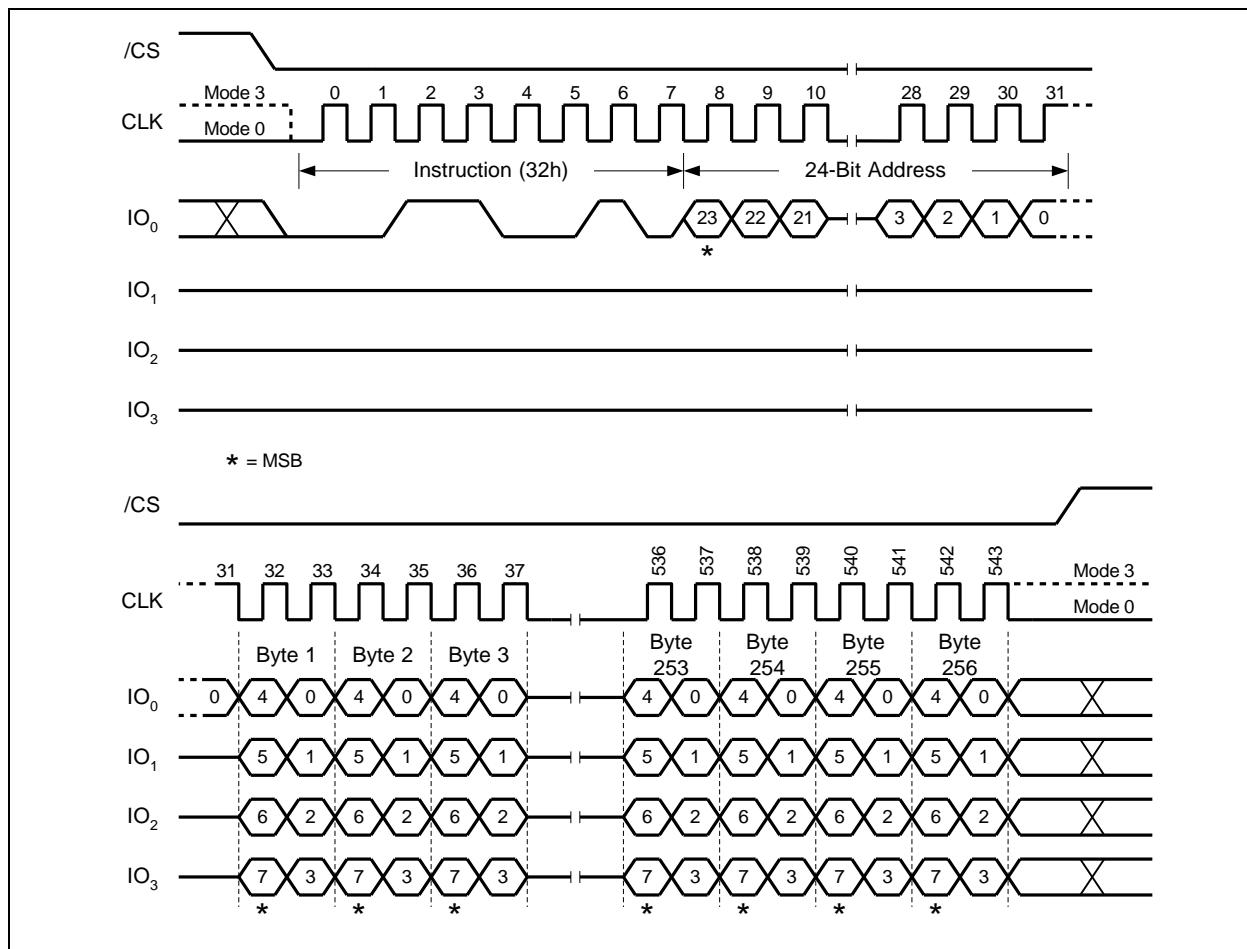

Figure 30. Quad Input Page Program Instruction
要使用四页程序，必须将状态寄存器2中的四元使能 (QE) 位设置为1。必须执行一条写使能指令，然后设备才能接受四元页程序指令 (状态寄存器1, WEL = 1)。通过将/ CS引脚驱动为低电平，然后将指令代码 “32h” 紧随其后的是24位地址 (A23-A0) 和至少一个数据字节，移入IO引脚，即可启动指令。在将数据发送到设备时，/ CS引脚在整个指令期间必须保持低电平。Quad Page Program的所有其他功能与标准Page Program相同。四页程序指令序列如图30所示。